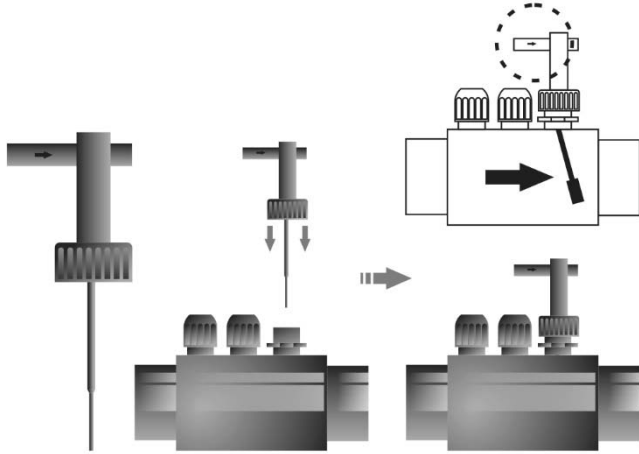
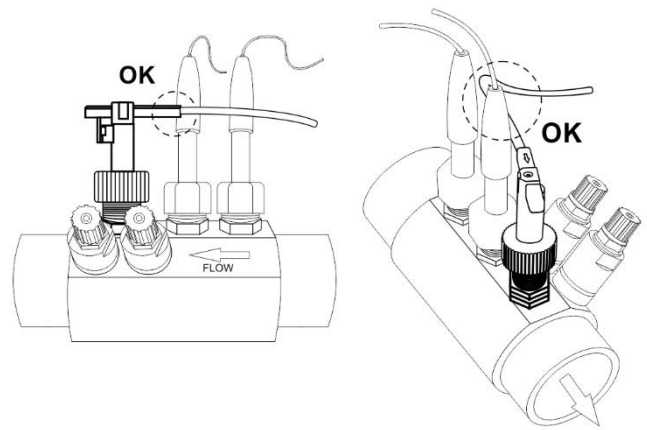

Fig. 2b
Fig. 3b
1. Fixez le porte-sondes (PVC D63) fourni sur une partie de la tuyauterie située après le by-pass UV (Fig. 1). Le porte-sondes doit toujours être installé en position horizontale par rapport au sol (voir Fig. 2b), de manière à ce que les entrées filetées (1/2"G - 3/8"G) soient toujours accessibles pour l'installation ultérieure de l'injection : réducteur de pH + hypochlorite (voir Fig. 3b).
2. Installez toujours le détecteur de débit (fluxostat) fourni en position verticale dans le porte-sondes (Fig. 2b).
3. Une flèche figure sur la tête du détecteur de débit. Assurez-vous qu'elle est orientée dans le sens du débit d'eau (Fig. 2b et 3b).